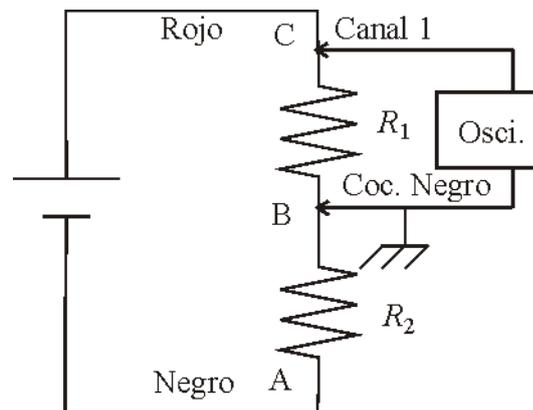

Figura 3.36: Representación esquemática del montaje C para la medida de la caída de tensión V_{CB} del circuito de la Figura 3.33.
- Montaje C: Ver Figura 3.36. Este montaje es correcto ya que el osciloscopio tiene la referencia bien situada y como la fuente de alimentación no está conec-